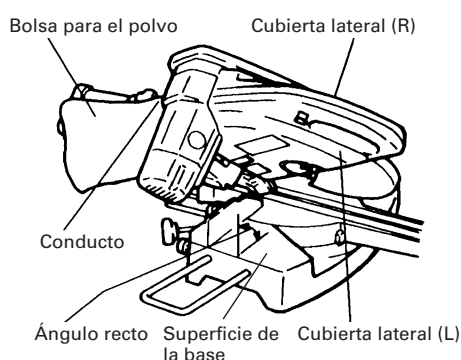

Fig. 41
(1) Cuando la bolsa para el polvo esté llena de polvo, dicho polvo saldrá soplado de la bolsa para el polvo cuando gire la hoja de sierra. Compruebe periódicamente y vacíe la bolsa para el polvo antes de que se llene.
(2) Durante el corte en bisel y compuesto, fije la bolsa para el polvo en ángulo recto con relación a la superficie de la base como se muestra en la Fig. 41.